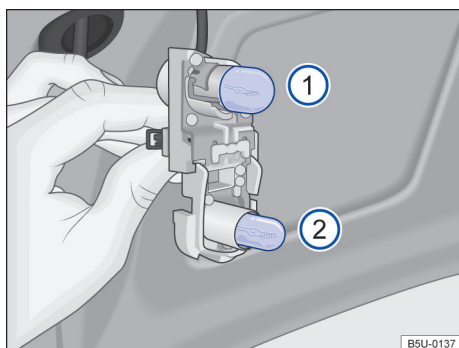

Fig. 115 No suporte das lâmpadas: localização das lâmpadas.
5. Para remover a lâmpada incandescente queimada ❶ → Fig. 115, pressionar a lâmpada contra o suporte e girar, ao mesmo tempo, no sentido anti-horário.
6. Para remover a lâmpada incandescente queimada ❷ → Fig. 115, puxar a lâmpada do suporte para removê-la.
8. Para inserir a lâmpada nova ❶ no suporte, pressionar a lâmpada e girar, ao mesmo tempo, no sentido horário, até o batente.
9. Para inserir a lâmpada nova ❷ no suporte, encaixar e empurrar a lâmpada no suporte.
A localização e a identificação das lâmpadas incandescentes → Fig. 115 estão relacionadas a seguir: